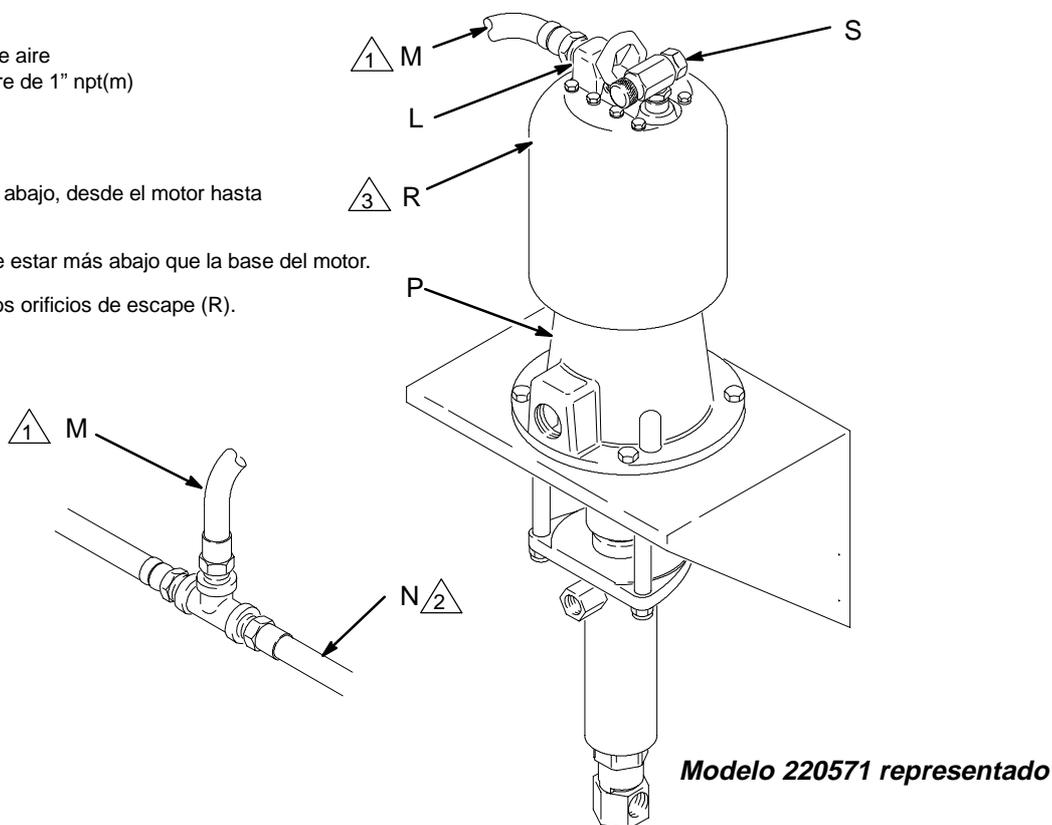

Fig. 1
1. Vea la Fig. 1. La tubería de aire debe estar conectada a la entrada del motor neumático (S) mediante una manguera flexible conductora eléctricamente. Asimismo, utilice mangueras de aspiración y de salida de fluido flexibles. Siempre que sea posible, evite utilizar tubos sólidos que pueden transmitir las vibraciones de ruido.
Se puede conectar una tubería auxiliar de escape de aire al modelo 220571, para utilizar con un sistema colector. Retire el tapón del tubo (22, vea el diagrama de las piezas) de la salida auxiliar de escape de aire de 1" npt(f) (L) situada en la parte superior del motor. Conecte una manguera de escape de 1" npt(m) (M) a esta salida. La manguera de escape **debe** estar inclinada hacia abajo, y la conexión del colector de escape (N) **debe** estar más abajo que la base del motor (P), para evitar la acumulación de la humedad en la tubería y para su posterior drenaje en el motor. Vea la Fig. 1.